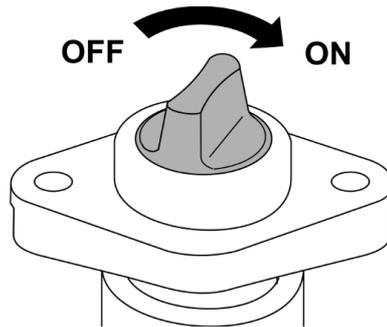

ABBILDUNG 4.25 Hauptschalter des Steuerpults
Um die Stromversorgung einzuschalten, muss der Hauptschalter (ABBILDUNG 4.25) im Uhrzeigersinn in Richtung (ON)- eingeschaltet gdreht werden.